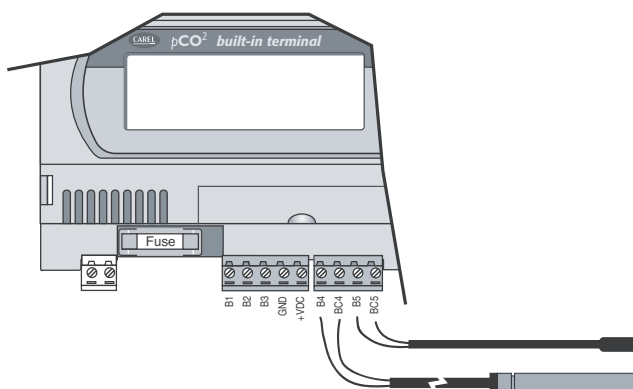

Fig. 4.4.3.1
- per ottenere una corretta misura del sensore PT1000 è necessario che per ogni cavo del sensore venga collegato un singolo morsetto come mostrato in fig. 4.4.3.1;
- In order to get a correct measurement from the PT1000 probe it is necessary to connect each probe lead to one single terminal as shown in fig. 4.4.3.1;